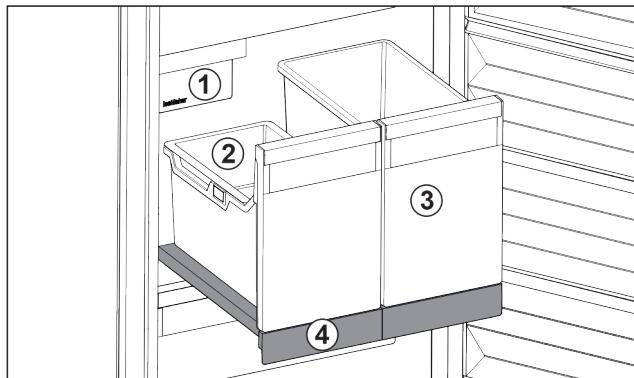

Fig. 99 Auszugsbord mit IceTower
- (1) IceMaker
- (2) Einhängegeschale für Eiszapfen
- (3) Behälter für z. B. Pizza, alkoholische Getränke
- (4) Auszugsbord
Auf dem Auszugsbord sind zwei hohe Behälter (IceTower). Im Behälter Fig. 99 (2) werden Eiswürfel aus dem IceMaker gesammelt und gelagert. Behälter Fig. 99 (3) eignet sich für die Lagerung von hohen Lebensmitteln wie Pizzen oder alkoholischen Getränken.